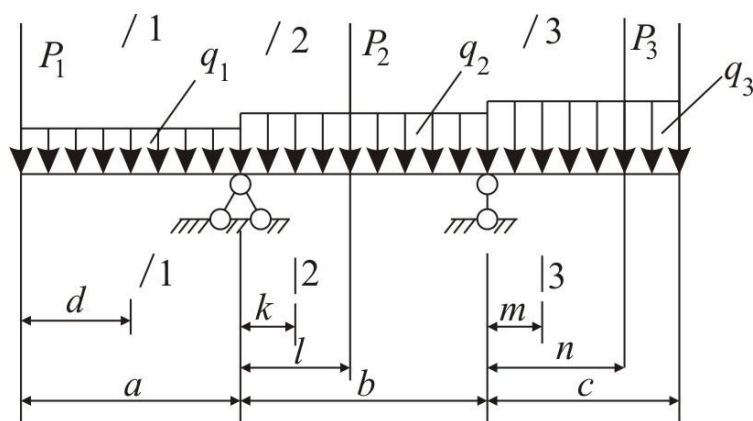

Рисунок 1
**Завдання 1.** Побудувати лінії опорних реакцій та визначити значення згинальних моментів та поперечних сил за допомогою ліній впливу у перерізах, які подані в табл. 1 (дані до рис. 1, лінійні розміри  $a, b, c, l, n, d, k, t$  вимірюються у м).
1. За даними табл. 1 накреслити схему балки і проставити зовнішнє навантаження згідно з варіантом завдання (рис.1).